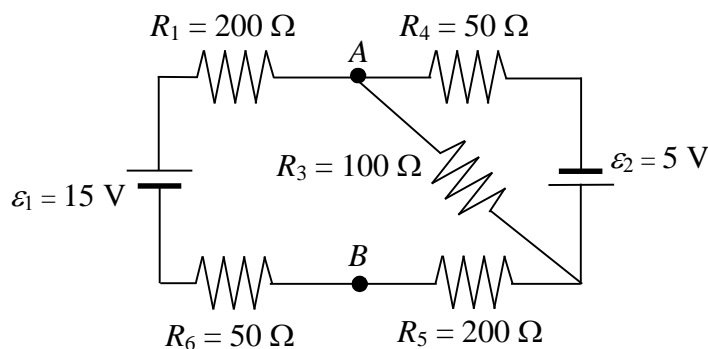
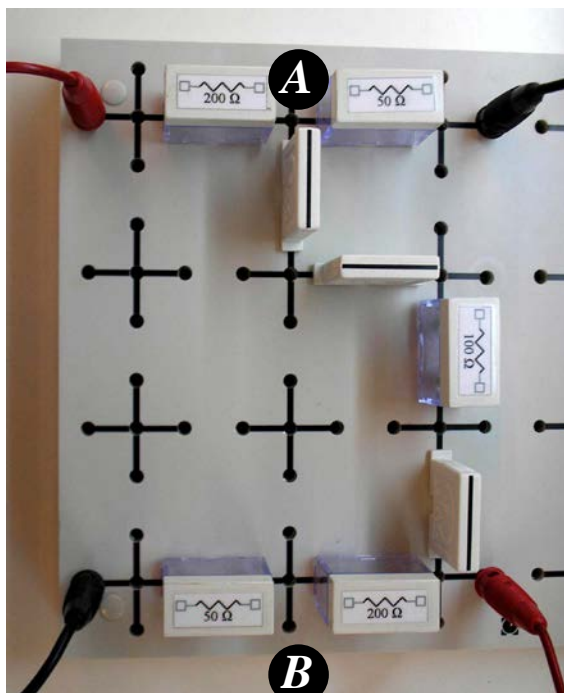

Figura 7
Figura 9
- a) Calculeu els valors teòrics de les intensitats que circulen per cadascuna de les branques del circuit de la Figura 7, suposant que la resistència interna de les fonts de tensió és nul·la.
- b) Calculeu els valors teòrics  $\varepsilon_{Th}^{ie}$  i  $R_{Th}^{ie}$  de l'equivalent Thévenin entre els punts A i B del circuit de la Figura 7.
1. Munteu el circuit de la Figura 7 en el tauler de connexions (vegeu la Figura 9).
2. Fixeu una font de tensió a  $\varepsilon_1 = 15 \text{ V}$  i connecteu-la a l'esquerra del circuit de la Figura 9. Fixeu l'altra font a  $\varepsilon_2 = 5 \text{ V}$  i connecteu-la a la dreta del circuit. Feu-ho tenint en compte les **polaritats** que s'indiquen a la Figura 7, és a dir amb el born positiu (vermell) de la de 15 V a la  $R_1 = 200 \Omega$ , i amb el born negatiu (negre) de la de 5 V a la  $R_4 = 50 \Omega$ .